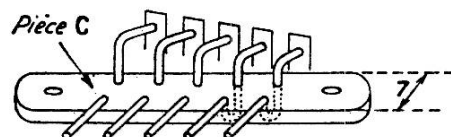

Fig. VI-17. — Détail du support des points fixes.
5. Pointes de contact : elles sont réalisées en fil d'argent 10/10. Préparer la pièce C en plexiglas 3 mm. Confectionner des U avec le fil d'argent et en chauffant l'arc du U avec un fer à souder, les enfoncer à fond dans les trous 10/10 préalablement percés (essayer de trouver une mèche très légèrement plus faible que le fil ($\emptyset$) ou inversement. Espacer les 6 poses, pour laisser le plexiglass se refroidir. Replier d'un côté (pour branchement) et former l'autre extrémité selon la figure VI-17. Couper parallèlement à la pièce C et poncer simultanément les pointes en arc sur du papier abrasif posé sur une surface plane.